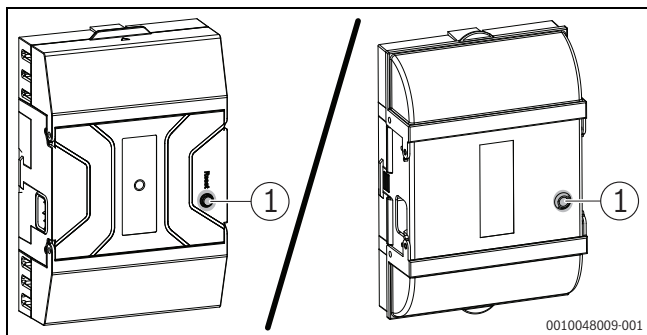

Bild 89 Störungen am Feuerungsautomat zurücksetzen
- Taste „Entstören“ am Feuerungsautomat mindestens 5 sec drücken (→ Bild 89).